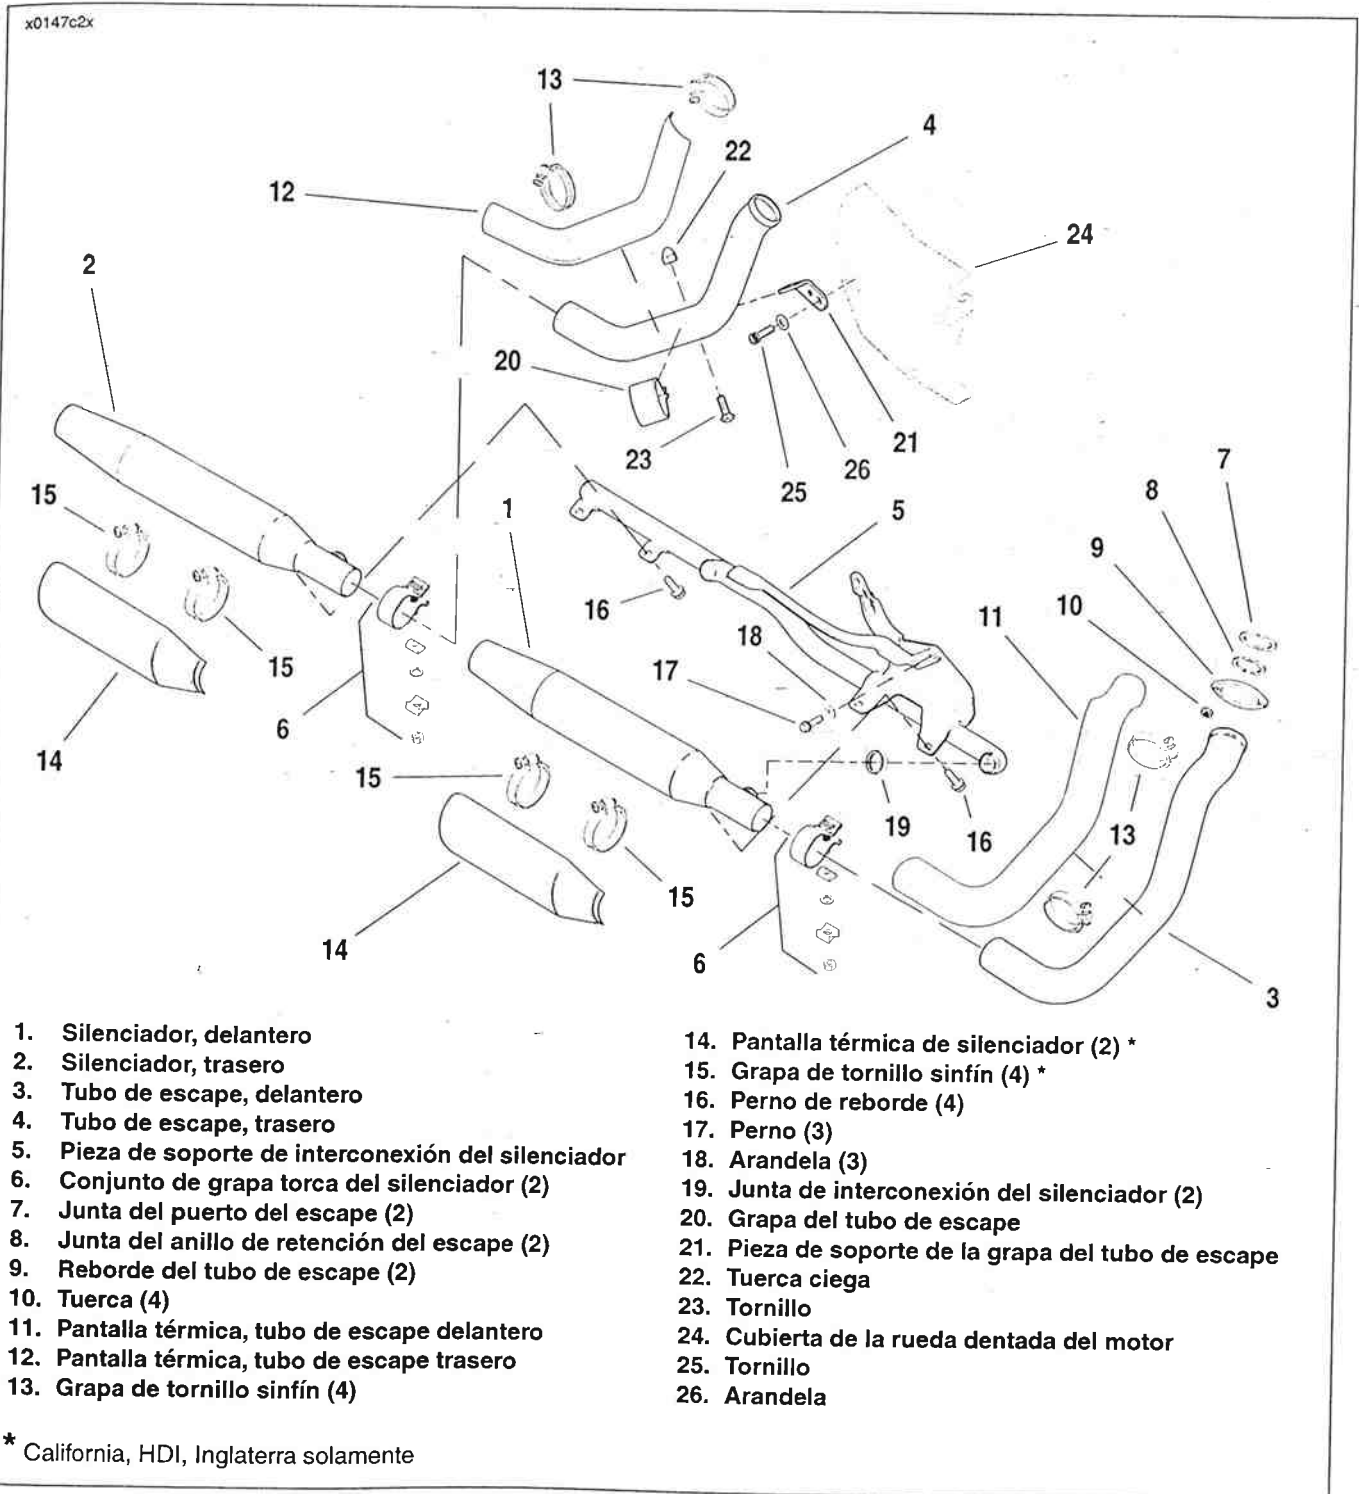

Figura 2-151. Sistema de escape, todos los modelos
1. Vea la Figura 2-151. Quite las pantallas térmicas:
- a. Abra las grapas de tornillo sinfín (13) y quite las pantallas térmicas (11, 12) del tubo de escape.
- b. Modelos para California, HDI e Inglaterra: abra las grapas de tornillo sinfín (15) y quite las pantallas térmicas (14) del silenciador.
2. Quite las tuercas (10) de los espárragos delanteros y traseros del escape en la culata del cilindro.
3. Vea la Figura 2-151. Quite tres pernos (17) y arandelas (18) que sujetan la pieza de soporte de interconexión del silenciador (5) al cárter del motor. Quite la pieza de soporte de interconexión del silenciador.
1. Vea la Figura 2-151. Instale la pieza de soporte de interconexión del silenciador (5) a la caja del motor con tres pernos (17) y arandelas (18). Apriete a 40,7-44,8 N·m (30-33 lb-pie).
1. Vea la Figura 2-151. Instale la grapa del tubo de escape (20) en el tubo de escape trasero (4) con el agujero cuadrado hacia abajo. Monte la grapa del tubo de escape en la pieza de soporte de la grapa del tubo de escape (21) con un tornillo (23) y tuerca ciega (22). Asegúrese de que la pieza de soporte encaje entre los extremos de la grapa. No ajuste en este momento.
2. Coloque un reborde de tubo de escape (9), anillo de retención de la junta del escape (8) y junta del puerto de escape **nueva** (7) sobre el extremo delantero de cada tubo de escape (3, 4). Coloque el reborde para que el ensanchamiento interno quede orientado hacia la toma de escape en la culata del cilindro.
3. Coloque los extremos delanteros de los tubos de escape delantero y trasero en las culatas delantera y trasera de cilindro respectivamente. Coloque los agujeros en las rebordes sobre los espárragos de montaje e instale las tuercas sin apretarlas (10). No ajuste las tuercas en este momento.
4. Instale las juntas de interconexión del silenciador **nuevas** (19) en los agujeros de acoplamiento correspondientes en los silenciadores (1, 2).
5. Coloque los conjuntos de las grapas Torca **nuevas** (6) sobre el extremo ranurado de cada silenciador. Instale cada silenciador sobre el extremo de su respectivo tubo de escape.
6. Gire ambos silenciadores hasta que sus salientes de montaje queden alineados con los agujeros en la pieza de soporte de interconexión del silenciador. Cuidadosamente acople cada silenciador con el puerto de escape en la pieza de soporte de interconexión. Instale los pernos de reborde (16) sin apretarlos. No ajuste en este momento.
- d. Apriete la tuerca de la grapa del tubo de escape trasero (22) a 20,4-25,8 N·m (15-19 lb-pie).